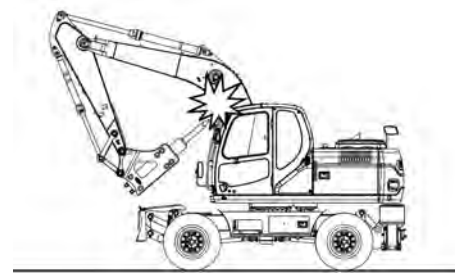

Рис. 88
9. Не убирать инструмент дробилки в стрелу или рукоять при движении или парковке экскаватора. (Рис. 88)